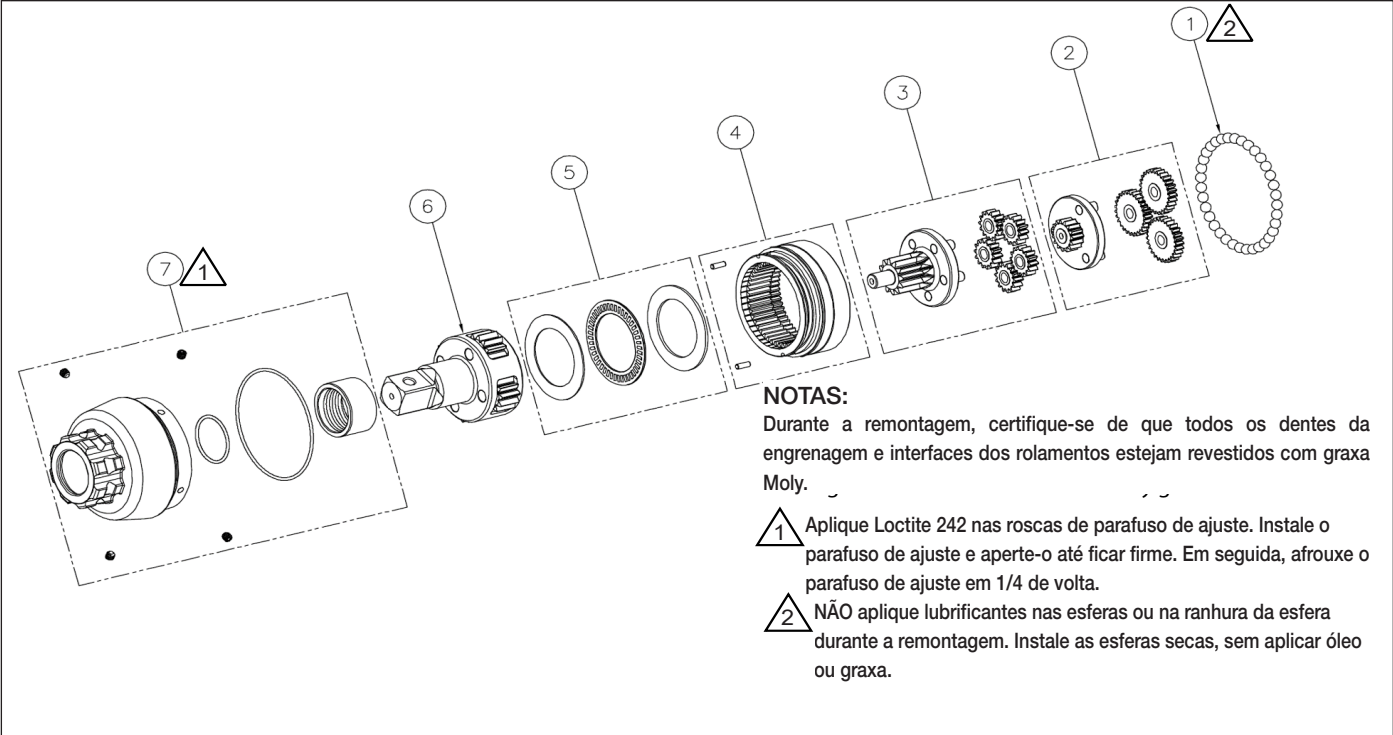

Figura 9: Conjunto da Caixa de Engrenagens da TW500SR
9.4.1 Tabela de Peças (Figura 9)